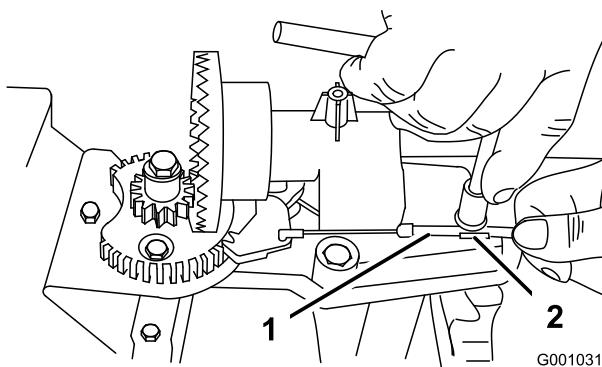
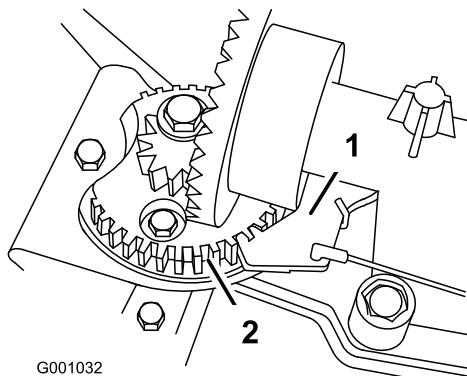

Figura 53
Figura 54
- Allentate il bullone sul serrafile per cavi (Figura 53).
- Afferrate la guaina del cavo e spostatela verso la parte anteriore della macchina finché il fermo del camino di scarico non s'innesta completamente nei denti degli ingranaggi (Figura 53 e Figura 54).
Nota: Il fermo a molla si inserisce automaticamente tra i denti degli ingranaggi (Figura 54).